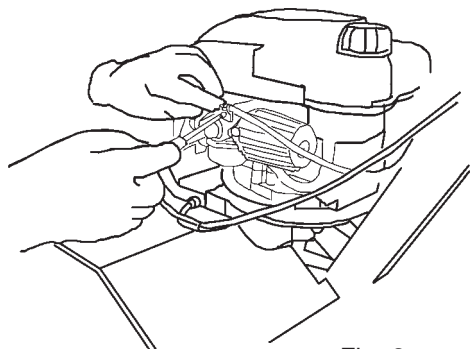

Fig. 3
- Verbind de bedieningsdraad van de versnelling (fig.2) aan de motor en bevestig het omhulsel (fig.3)